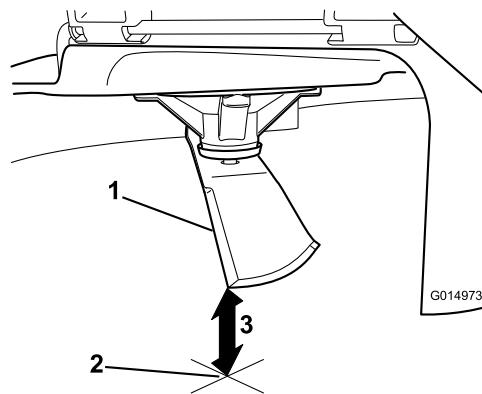

Figura 64
3. Mida desde la punta de la cuchilla hasta la superficie plana (Figura 64).